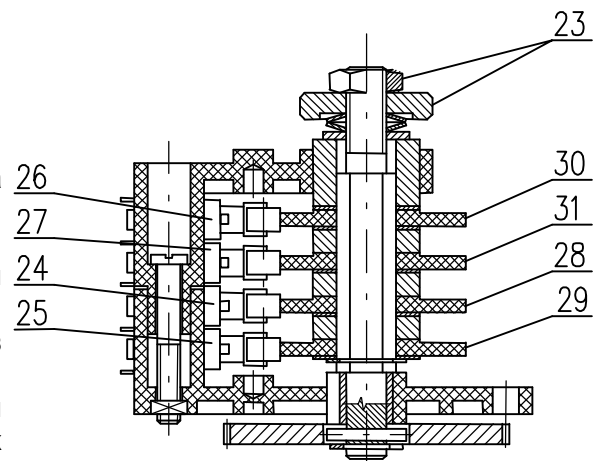

Рис.4
4.2 Установка узла положения и сигнализации (рис.4)
Прибор из завода-производителя установлен на жесткий ход (на основании спецификации), приведенной на заводской табличке. При установке, наладивании и перестановке прибора поступайте следующим образом (рис.4):